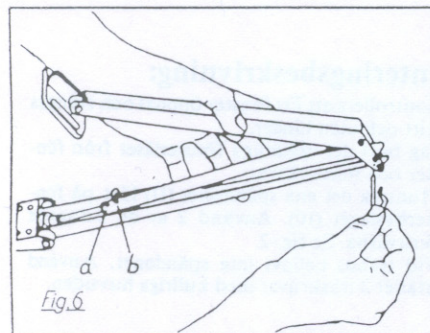

Fig. 6
Gör som under punkt A, men använd hål »b« till sammanfogningen och montera stoppsprinten (6) på armen (7). Se fig. 6.